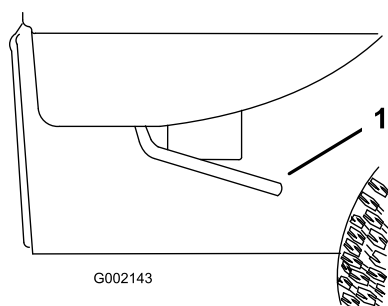

Figure 23
- Levez le levier de chaque côté du plateau et relevez le plateau (Figure 23).